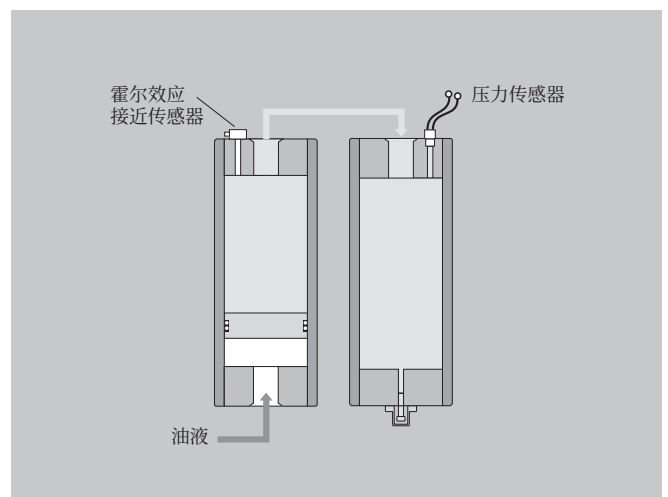

图 14c 霍尔效应传感器显示活塞与端盖之间的接近度。
- 对于联合使用蓄能器和气瓶的应用系统，可以在蓄能器充气侧端盖安装霍尔效应接近传感器(图 14c)，来检测活塞与端盖之间的距离是否在 0.050 英寸范围内。当预充气压力下降时，这种系统可以报警，以便采用相应的处理措施。